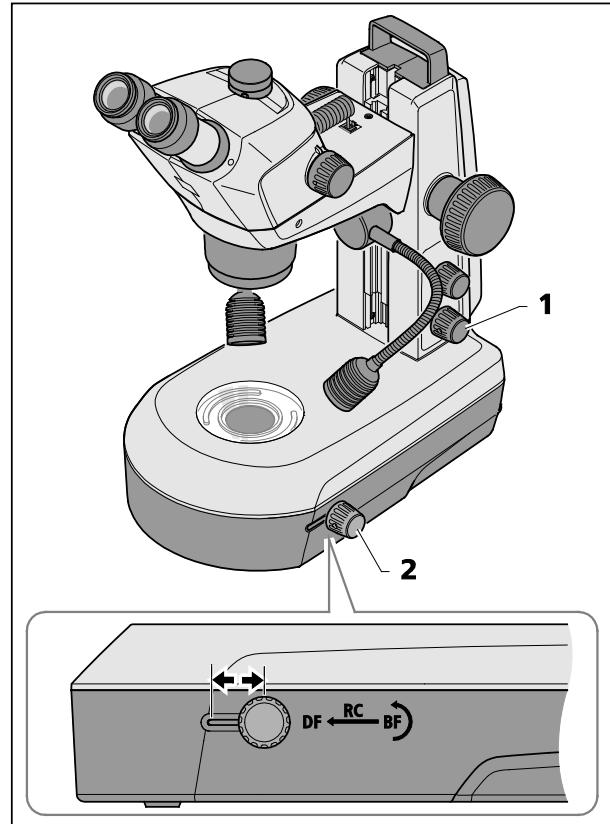

図 26 透過光ユニット(スタンド内) K LAB
- 下側の回転ボタン(図 26/1)を押して、透過光をオンにします。
- 回転/スライドボタン(図 26/2)を後ろ側の位置にスライドして、明視野(BF)に調整します。
- 回転/スライドボタン(図 26/2)を回して、透明/反射鏡を旋回する、あるいは角度を調整します。
- 回転/スライドボタン(図 26/2)を前側の位置にスライドして、暗視野照明(DF)に切り替えます。
回転/スライドボタン(図 26/2)を中央の位置にスライドし、鏡を傾けると、斜光効果(RC)が生じ、これは無色の対象物の構造を見るようにするために最適です。